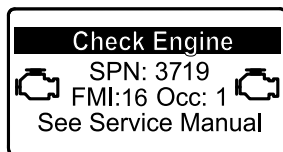

Figura 35
- Si es necesario realizar la regeneración con la máquina aparcada, el InfoCenter muestra la advertencia del motor SPN 3719, FMI 16 (Figura 35) y el ordenador del motor reduce la potencia del motor al 85 %.